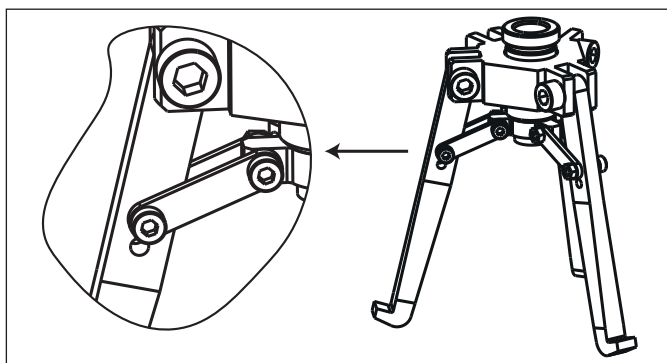

図2: 標準ジョーの取り付け詳細、内部構成
- ジョーを内部構成で取り付けるには、上側の穴を使用します。図2を参照してください。